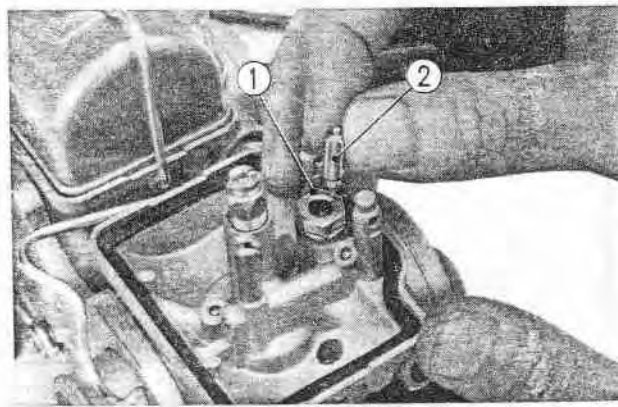

Fig. 6-11 ① Siège de clapet à flotteur
2. Lorsque, soit le clapet à flotteur, soit le siège de clapet, doivent être remplacés, ils doivent être remplacés par jeux. (Fig. 6-11)